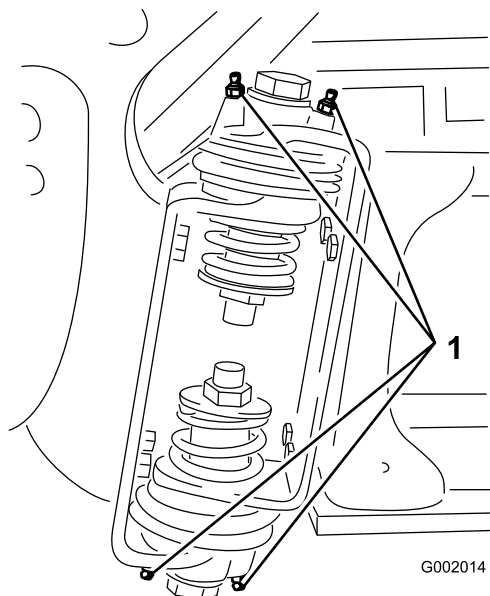

Figura 107
2. Bombee grasa en el cojinete o casquillo de cada punto de engrase (Figura 107).